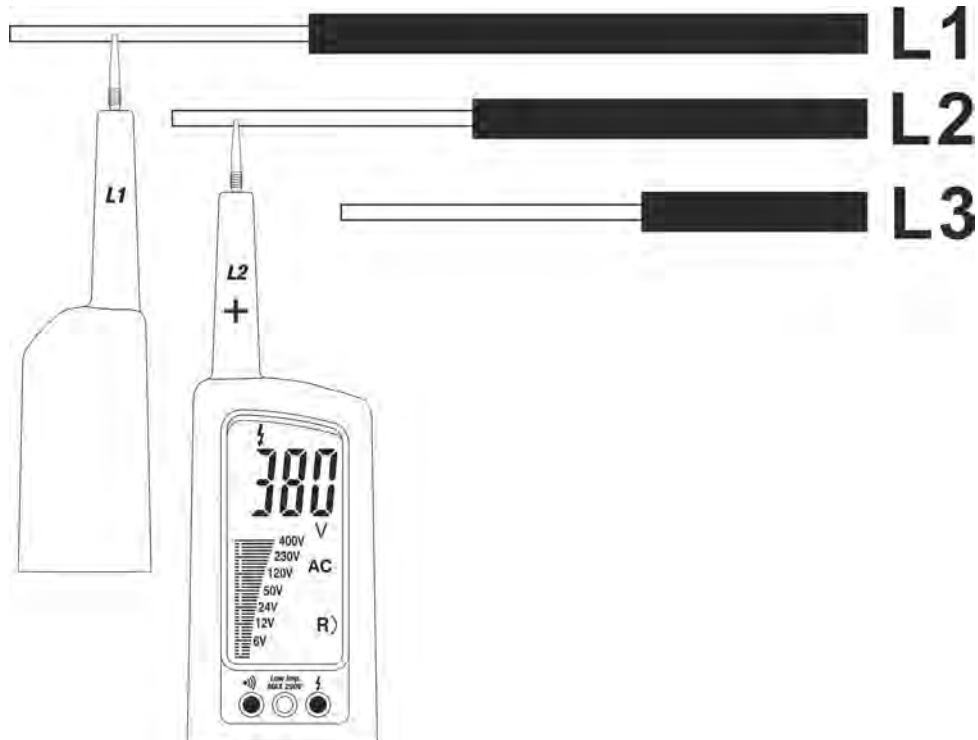

Fig. 6: Senso ciclico delle fasi
2. Collegare i puntali **L1** alla fase L1 il puntale **L2** alla fase L2 del sistema trifase in prova (vedere Fig.6). La misura è eseguita **solo con contatto dei puntali sulla parte metallica dei conduttori**